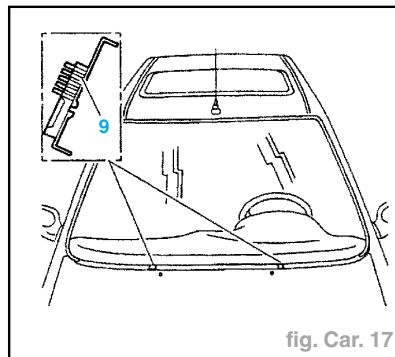

fig. Car. 17
- Poser les deux cales (9) (fig. Car. 17).